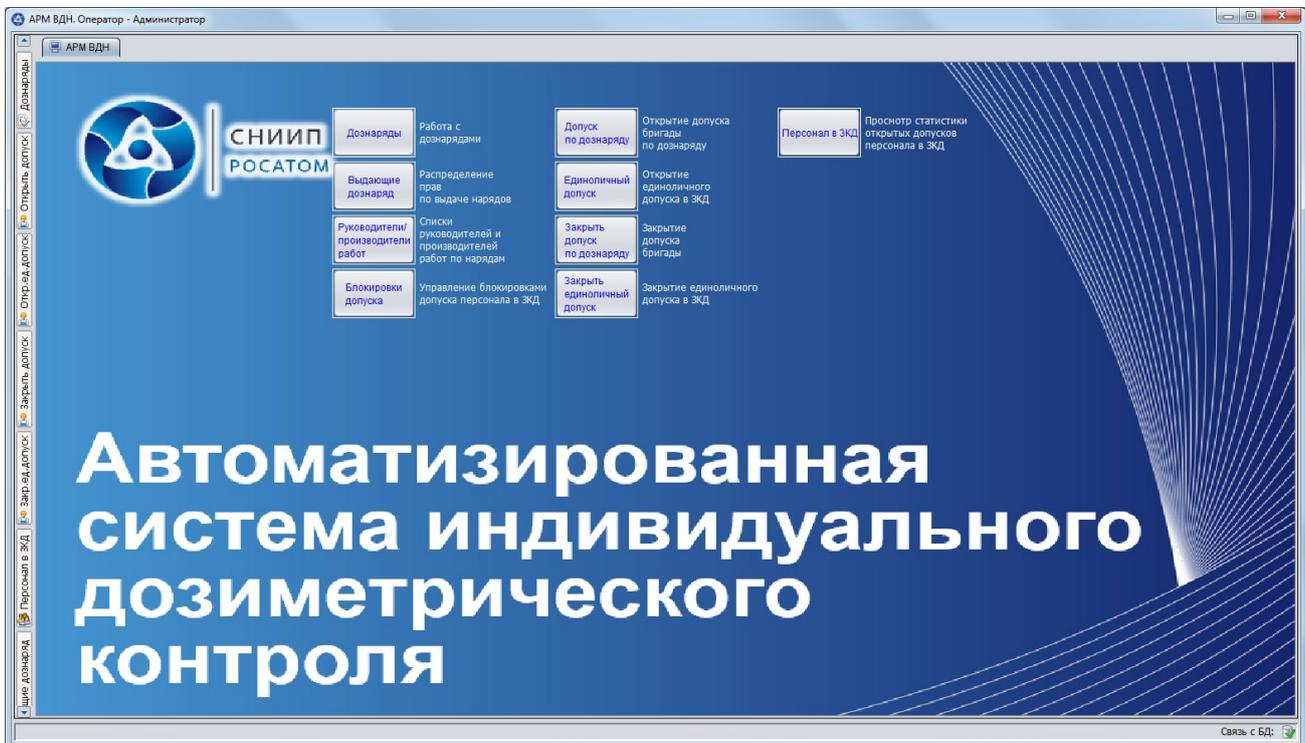

Рисунок 2
3.3.1. Состав окна «АРМ ВДН» представлен на рис. 2.